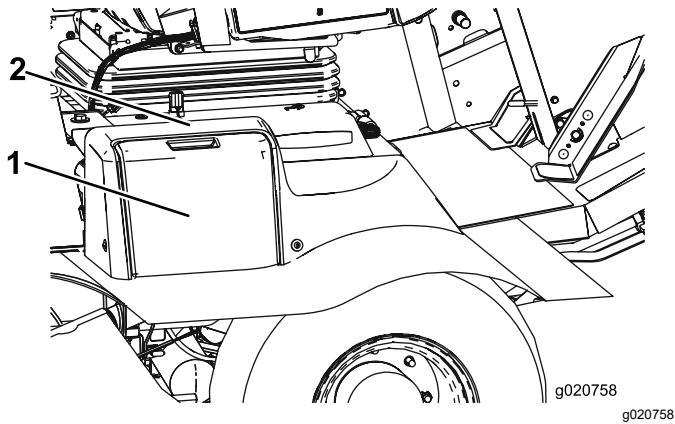

Figure 58
1. Ouvrez le couvercle de la batterie sur le côté du carénage (Figure 58).
**Remarque:** Appuyez sur la surface plate au-dessus du couvercle de la batterie pour faciliter la dépose du couvercle (Figure 58).